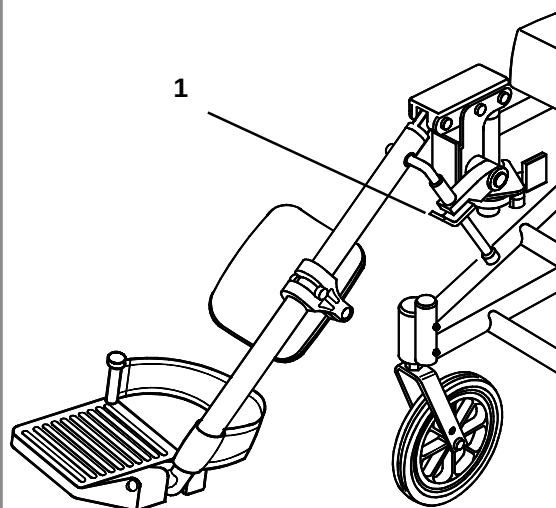

Fig. 18
Pour installer ou enlever les repose-pieds réhaussables (RPR), référez-vous aux instructions de la page précédente sur l'ensemble repose-pieds amovibles. Pour réhausser les RPR, soulevez jusqu'à ce que la position désirée soit atteinte et les RPR se bloqueront automatiquement. Pour abaisser les RPR tout en étant assis dans le fauteuil, appuyez sur le levier de relâche (1) et abaissez le repose-pied jusqu'à la position désirée. Le RPR se bloquera automatiquement (Fig. 18).